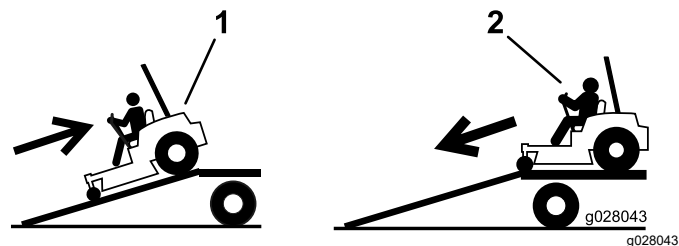

Bild 50
2. Fahren Sie die Maschine vorwärts von der Rampe herunter (Bild 50).